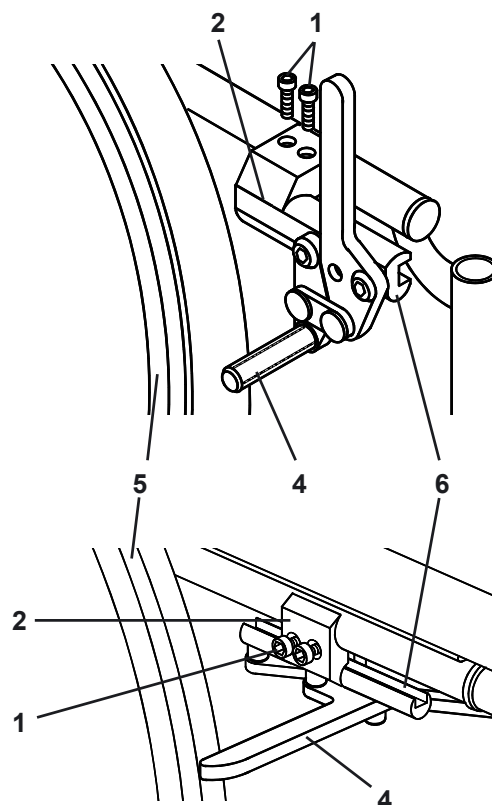

Fig. 35 Frein Quickie
Pour ajuster, desserrer les deux vis (1) de chaque dispositif de serrage (2) et les vis (3) sous chaque dispositif de serrage (fauteuils Norsk uniquement - noter que les vis sont représentées retirées pour plus de clarté). Avec une clef Allen de 5 mm, faire tourner une des vis dans le sens contraire des aiguilles d'une montre d'un quart de tour. (Fig. 35 et 36). Répéter le processus avec les autres vis. Desserrer les quatre vis jusqu'à ce que le dispositif de serrage puisse coulisser librement. Faire coulisser le dispositif de serrage vers la roue arrière jusqu'à ce que la barre (4) s'enfonce dans le pneu (5) d'environ 4 mm en position de blocage. Serrer jusqu'à 15Nm. Certains ajustements de la position de blocage de la roue peuvent être accomplis sans déplacer le dispositif de serrage. Pour ajuster, desserrer les quatre vis comme ci-dessus. Faire coulisser la barre de montage (6) vers l'avant ou vers l'arrière et la tourner à la position d'angle correct. La barre doit s'enfoncer dans le pneu d'environ 4 mm en position de blocage. Serrer jusqu'à 15Nm.